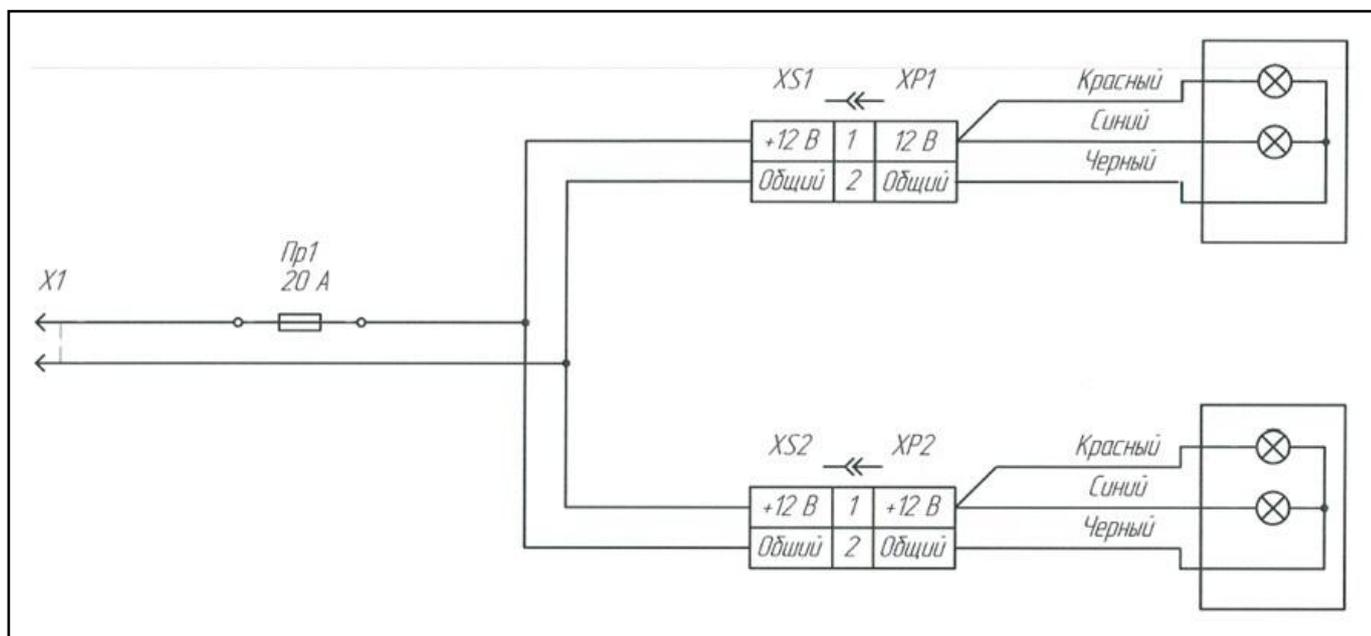

Рисунок 3.22 – Схема жгута фар для освещения штанги
- жгут для подсоединения фар к трактору (рисунок 3.22).